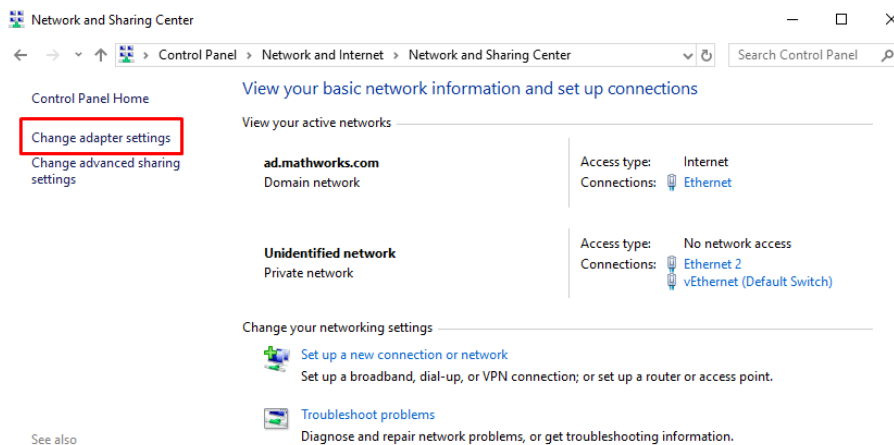

Figura A.3: Opciones de adaptador
Passo 3 Haga clic en la opción “Alterar opciones de adaptador” (Figura A.3).